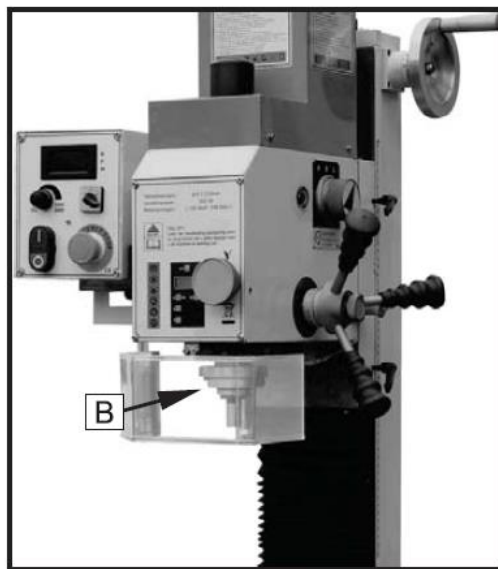
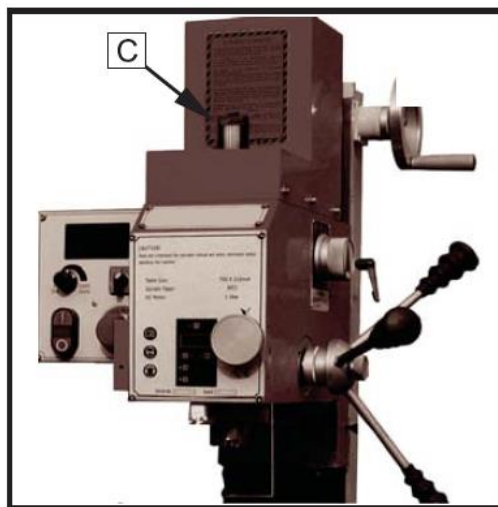

Рис. 15
Рис. 16
3. Отвинчивая стержень оправки (С, Рис. 16) гаечным ключом 22-25 из ящика инструментов, удерживайте шпиндель за плоскость (В, Рис. 15), чтобы не дать ему двигаться.